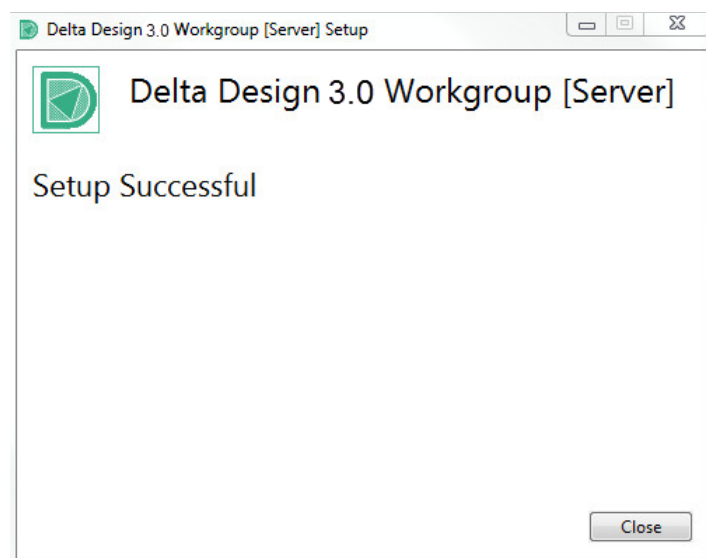

Рис. 13 Заключительное окно мастера установки
8. Нажмите кнопку «Close» в заключительном окне мастера установки для ее завершения, см. Рис. 13.